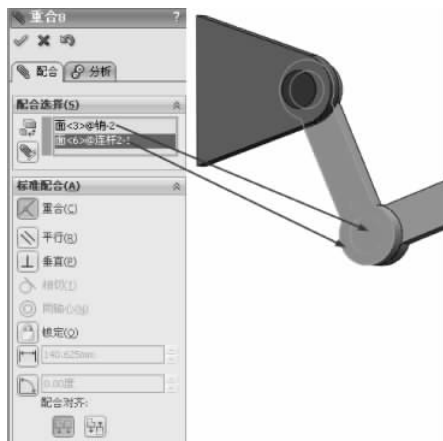

图 3-229 重合配合
(18) 继续进行配合约束,选择【标准配合】选项组下的【重合】配合类型,在【要配合的实体】选择框中选择如图 3-229 所示的面,其他保持默认,单击【确定】按钮,完成重合配合。